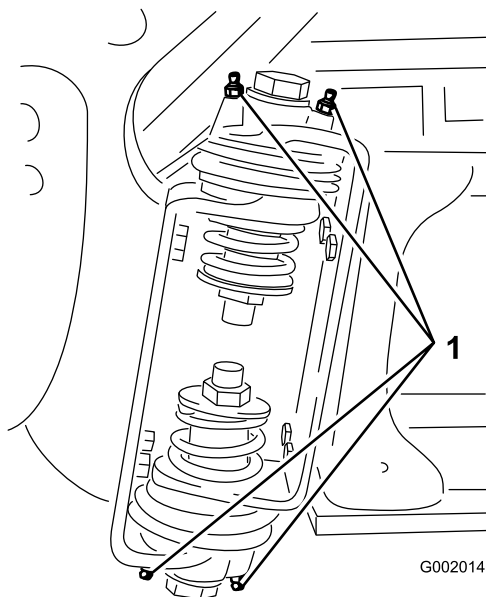

Bild 102
2. Pressen Sie Fett in die Lager oder Büchsen jedes Anschlussstückes Bild 102.